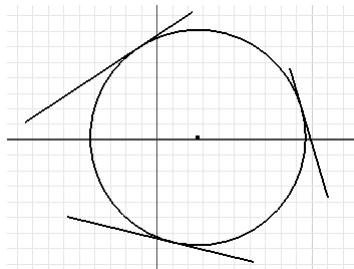

图 2-11 绘制相切圆
(2) 通过圆工具还可创建与三条不共线直线同时相切的圆, 单击圆工具右侧小箭头, 在打开的工具选项中选择相切圆工具 , 然后选择三条直线, 即可创建相切圆, 如图 2-11 所示。